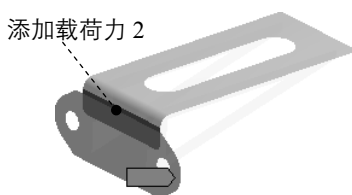

图 7.11.7 定义接触对象
(1) 选择命令。在“Outline”窗口中选择  **Connections** 节点并右击，在弹出的快捷菜单中选择 **Insert**  **Manual Contact Region** 命令，弹出定义接触参数对话框。
(2) 定义接触对象和目标对象。在图形区选取图 7.11.7 所示的模型表面为接触对象，然后选取图 7.11.8 所示的模型表面为目标对象。